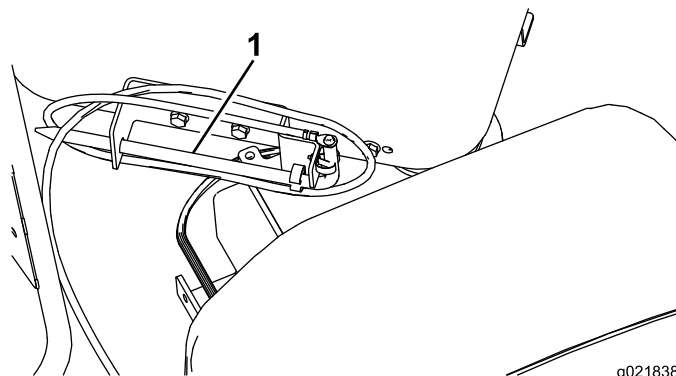

Bild 31
- Verstauen Sie den Erdungsstab in der Halterung an der Bedienerplattform, wie in Bild 31 abgebildet.